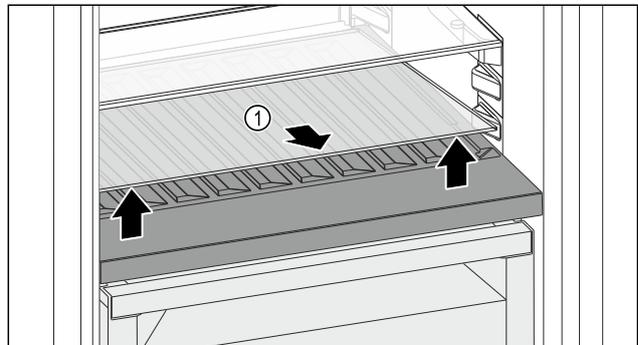

Fig. 96
- Sollevare il ripiano di vetro Fig. 96 (1) dall'incavo anteriore e rimuoverlo.
- Conservare il ripiano di vetro Fig. 96 (1) fuori dall'apparecchio in un luogo sicuro.